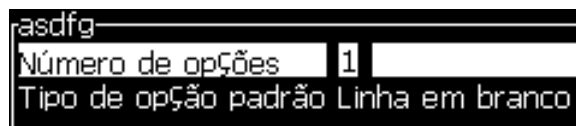

Figura 5-29: Configurar Indicação de Lista
- 8 Pressione a tecla Enter para abrir a caixa de diálogo de configuração da indicação de lista (veja a Figura 5-29).